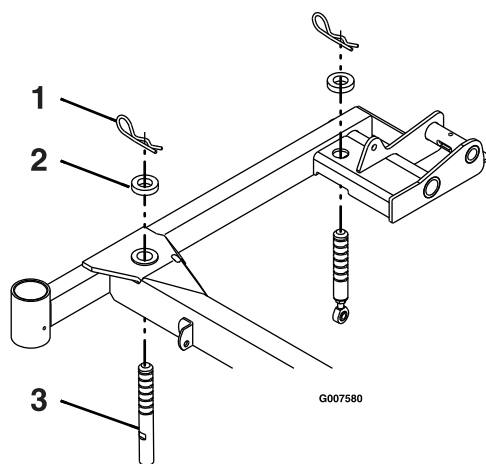

Figura 63
3. Verifique que todas las chavetas se encuentren en los orificios de la carcasa de corte que se encuentran a 7.62 cm (3") con los espaciadores por debajo de las chavetas (Figura 63).
cuchillas de 7.62 cm (3") en la parte delantera de la carcasa y 8.26 cm (3¹/₄") en la parte trasera de la carcasa (Figura 63).